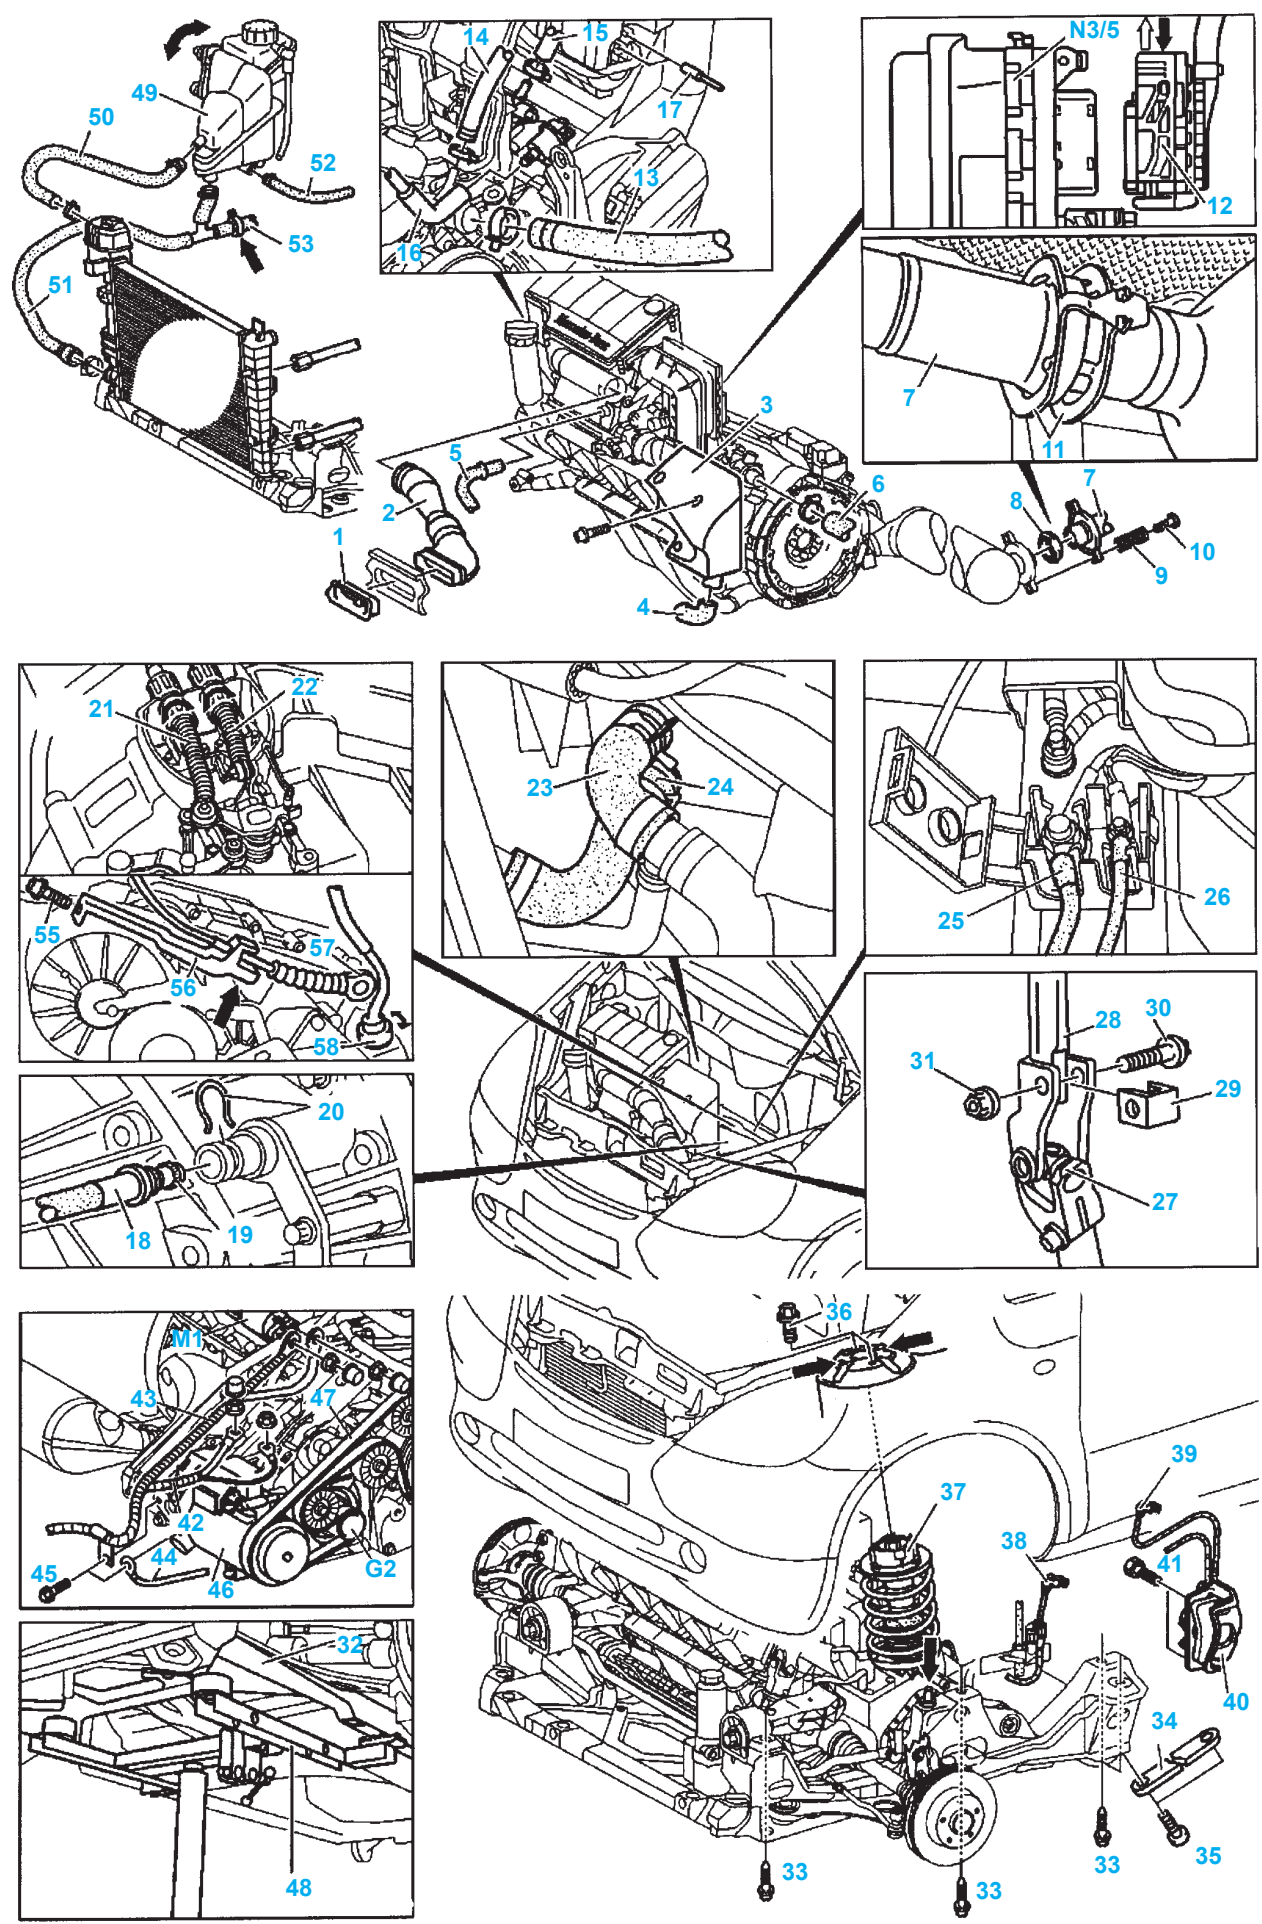

Fig.BVM.4
- Déposer (Fig.BVM.4) :
- l'auvent (1),
- le tuyau d'air (2) et le boîtier à résonance (3) (sur moteur 1.4 et 1.9),
- la conduite (5) au niveau de la tubulure d'admission.
- Déverrouiller la connexion (12) du faisceau sur le module de commande (N3/5) et la retirer (flèche blanche).
- la canalisation de carburant (15),
- la conduite de dépression (16) sur la valve de régénération,
- la durit à dépression (3) et la conduite (9) de la valve EGR,
- le tuyau (12),
- la durit (51) ainsi que le vase d'expansion (49) (Fig.BVM.4).